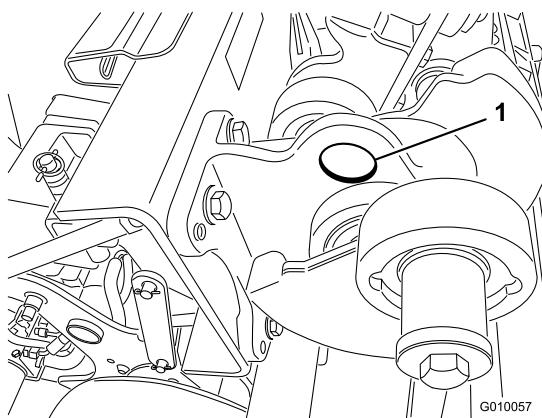

Bild 43
**Hinweis:** Falls vorhanden, können Sie das Heck der Maschine mit einem Flaschenzug anheben. Verwenden Sie die Ösen in den Lagergehäusen des Aerifizierkopfes als Flaschenzugverbindungspunkte (Bild 43).